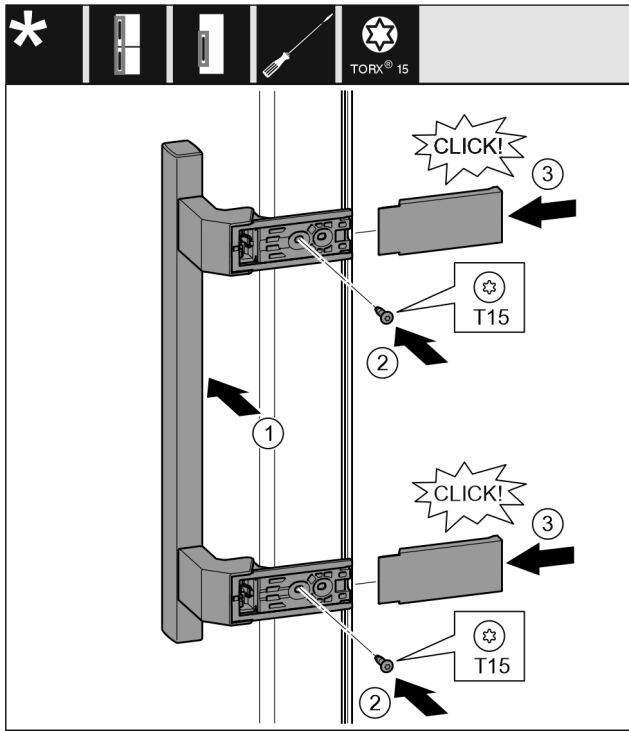

Fig. 12
- ▶ Aseta kahva vastapäiselle puolelle. Fig. 12 (1)
- ▶ Kierrä ruuvit kiinni T15-ruuvimeisselillä. Fig. 12 (2)
- ▶ Aseta suojukset sivulle ja työnnä paikalleen. Fig. 12 (3)